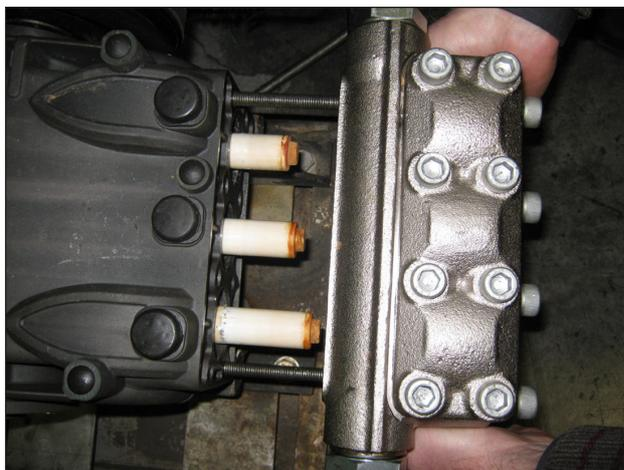

Рис. 29
- б) Смажьте детали ②③⑤ силиконовой смазкой типа OCILIS арт. 12001600; эта операция является необходимой для облегчения установки кромки уплотнения на поршень.
1. Используя два винта - служебных штифта (арт. 27726000), прикрепленных к картеру, как показано на (Рис. 29), разместите торец в сборе и убедитесь, что он отцентрирован только по центральному поршню.